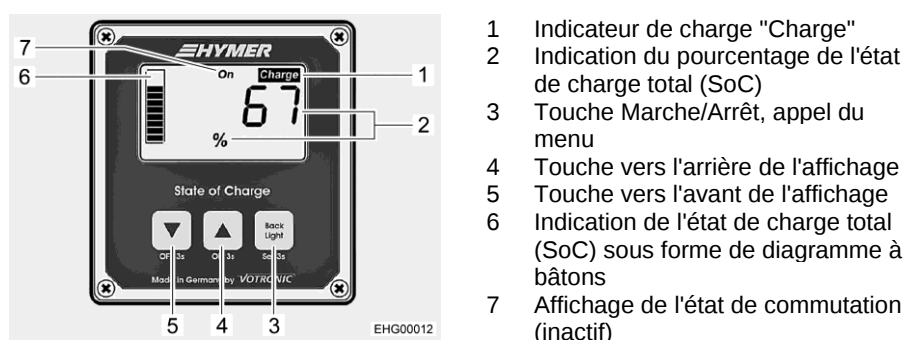

Fig. 90 Panneau d'affichage (indication de l'état de charge total)
Éclairage de l'écran L'éclairage de l'écran s'allume automatiquement lorsque l'on appuie sur une touche du panneau de contrôle. L'éclairage s'éteint automatiquement quand aucune touche n'a été pressée pendant 3 minutes. La touche (Fig. 90,3) permet d'éteindre manuellement l'éclairage de l'écran.
Indiquer l'état de charge total (SoC) À l'écran est indiqué l'état de charge total des batteries au plomb et au lithium désigné par "State of Charge" (SoC). La valeur SoC est indiquée en % (Fig. 90,2), elle est représentée de plus sous forme de diagramme à bâtons (Fig. 90,6).
- Quand la tension est indiquée à l'écran : appuyer brièvement sur la touche (Fig. 90,4) ou la touche (Fig. 90,5) pour commuter sur l'indication de la valeur SoC (Fig. 90,2).
Quand la valeur SoC chute au-dessous de 20 %, l'indicateur "Charge" (Fig. 90,1) clignote. Dans ce cas, recharger les batteries.
- Quand la valeur SoC est indiquée à l'écran : appuyer brièvement sur la touche (Fig. 90,4) ou la touche (Fig. 90,5) pour commuter sur l'indication de la tension de batterie (Fig. 91,1).